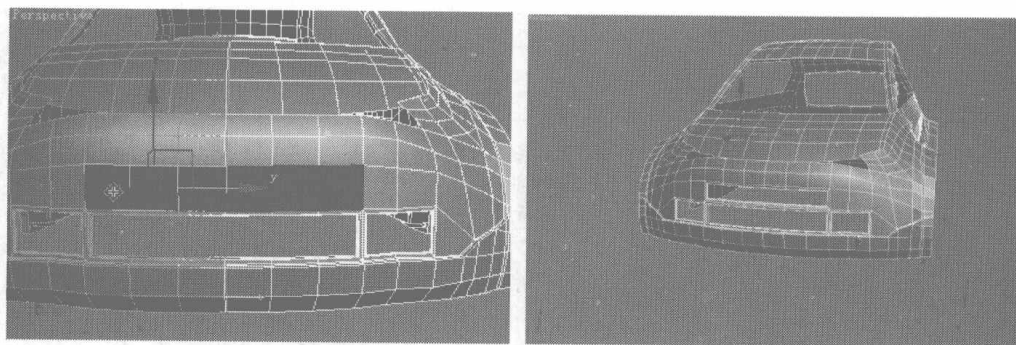

图 7.147
- 03** 同上一步相同的方法，将模型制作成如图 7.147 所示的形状。